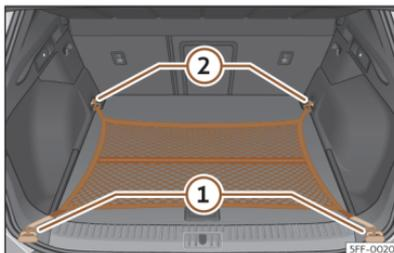

Abb. 180 Im Gepäckraum: flach eingehängtes Gepäckraumnetz.
- Hängen Sie die Haken in die Verzurrösen ein >>> (Abb. 180) (1) und (2) >>> ⚠️. Der Reißverschluss des Gepäckraumnetzes muss dabei nach oben zeigen.